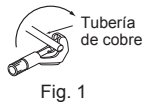

Fig. 1
- La manguera de drenaje debe quedar hacia abajo para facilitar el drenaje. (Fig. 1)
- Junta la tubería del refrigerante y la manguera de drenaje, y a continuación sujételas firmemente con cinta de fieltro (4) a partir del extremo. La cinta de fieltro (4) debe solaparse 1/3 de su anchura. Emplee esparadrapo en el extremo de la cinta de fieltro (4).
- Saque la tapa de drenaje de la parte posterior derecha de la unidad interior. (Fig. 1)
- 1) Corte el tubo de cobre correctamente con un cortador de tubos. (Fig. 1, 2)